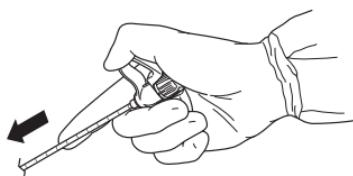

Figura 1: Inserte el conjunto de cánula de acceso/estilete
- Bajo guía fluoroscópica, inserte el conjunto de cánula de acceso/estilete en el sitio quirúrgico (figura 1).